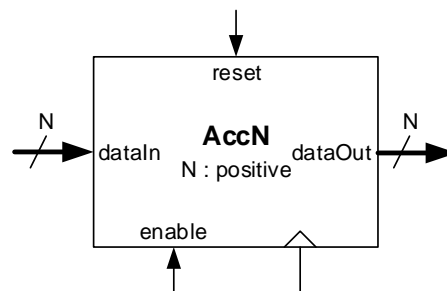
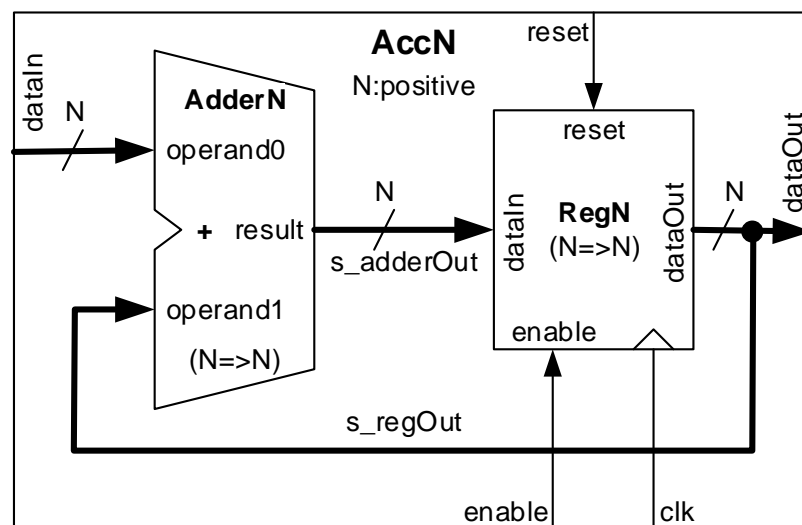

Figura 4 – Interface do módulo “AccN”.
Figura 5 – Instanciação e interligação dos módulos “AdderN” e “RegN” para construção do “AccN”.
4. Crie em VHDL um ficheiro, chamado “AccN.vhd” de forma a construir um acumulador parametrizável de N bits, cuja interface está representada na Figura 4. A interligação do somador “AdderN” e do registo “RegN” de forma a construir o acumulador é apresentada na Figura 5. O parâmetro “N” declarado na entidade “AccN” deve ser propagado para o somador e para o registo nas respetivas instanciações em VHDL com a construção **generic map**.